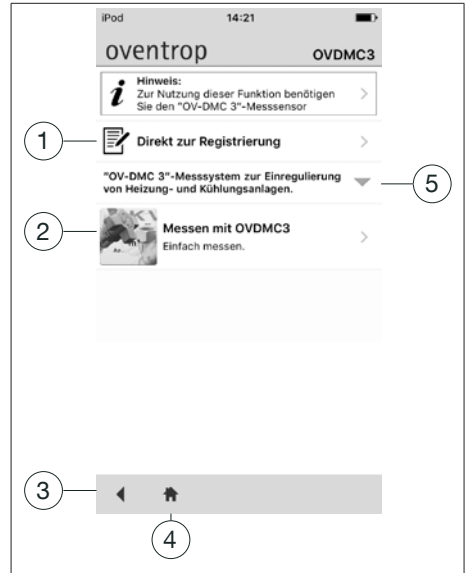

Fig. 2: “OV-DMC 3”
- ▷ Se abre el menú “OV-DMC 3”. (véase Fig. 2 en página 25)